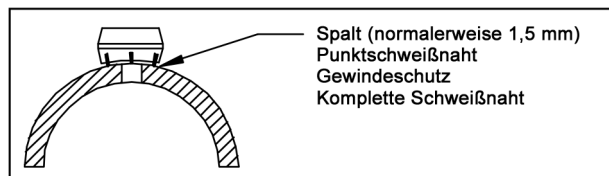

Abbildung 3. Schweißspalt
- Fixieren Sie unter Beachtung eines angemessenen Schweißspalts (typisch: 1,5 mm) den Threadolet mit einem Schweißpunkt in der richtigen Position (Abbildung 3). Befestigen Sie den Befestigungsstopfen am gegenüberliegenden Threadolet (handfest) und fixieren Sie den gegenüberliegenden Threadolet mit einem Schweißpunkt in der richtigen Position. Verwenden Sie die Spitze des Sensors zur Ausrichtung.